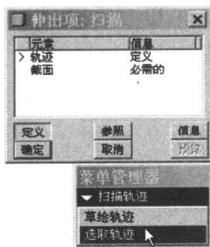
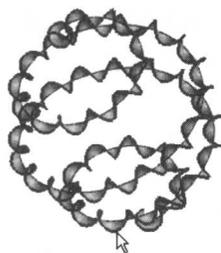

图 1-31
图 1-32
① 单击菜单【插入】→【扫描】→【伸出项】选项，弹出如图 1-31 所示的对话框与菜单。
② 单击【选取轨迹】→【依次】→【选取】选项。
③ 选取图 1-32 中箭头指示的螺旋曲面的外侧边缘，然后单击【完成】→【正向】进入草绘工作环境。